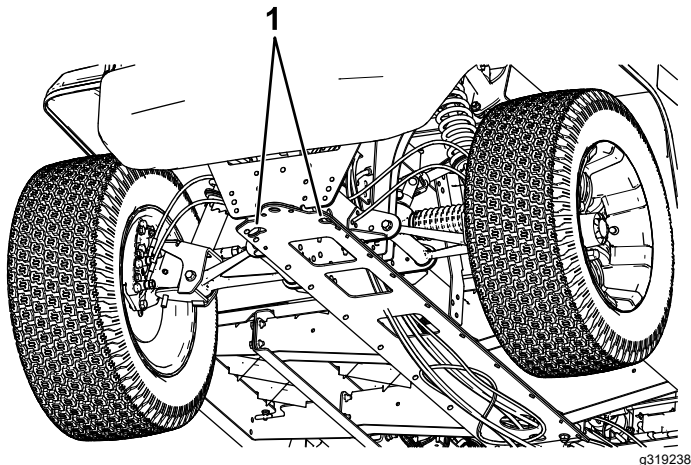
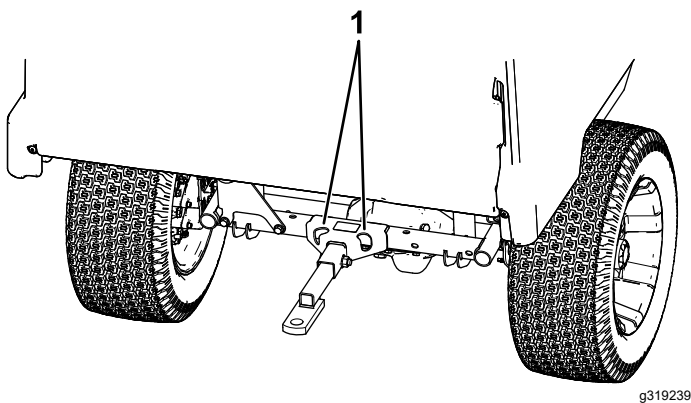

Bild 24
Bild 25
In Bild 24 und Bild 25 finden Sie die Vergurtungsstellen der Maschine.
2. Befestigen Sie ein Abschleppseil an der Zunge vorne am Maschinenrahmen (Bild 24).